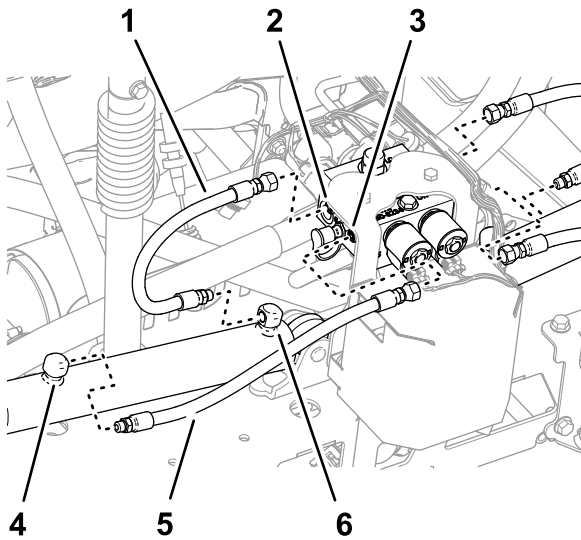

Bild 37
1. Entfernen Sie die Schläuche von den Ausfahranschlüssen des rechten und linken Hubzylinders (Bild 37).
- Entfernen Sie die Schläuche von den Anschlüssen C2 und C4 des Hubzylinderverteilers (Bild 37).
- Entfernen Sie die Schläuche von den Rückzuganschlüssen der linken und rechten Hubzylinder (Bild 37).
- Entfernen Sie die Schläuche von den Anschlüssen C1 und C3 des Hubzylinderverteilers (Bild 37).